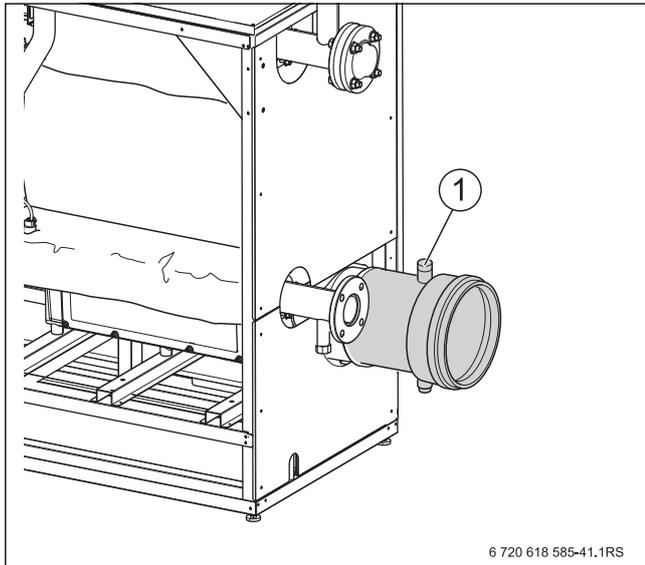

Рис. 36 Проведение замеров
- Введите измерительный датчик через отверстие для измерений в дымовой трубе (→ рис. 36, стр. 31) в центр потока и проверьте содержание CO2.
- ▶ Введите измерительный датчик через отверстие для измерений в дымовой трубе (→ рис. 36, стр. 31) в центр потока и проверьте содержание CO2.